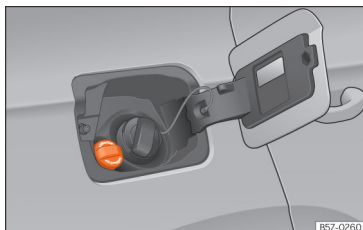

Abb. 220 Verschlussdeckel des AdBlue-Tanks
- Öffnen Sie die Tankklappe »» **Abb. 220**.
- Schrauben Sie die Flasche entgegen dem Uhrzeigersinn wieder heraus und ziehen Sie die Flasche vorsichtig heraus »» ❶.
- Verschlussdeckel SCR-Einfüllstutzen nach links drehen »» **Abb. 220**.